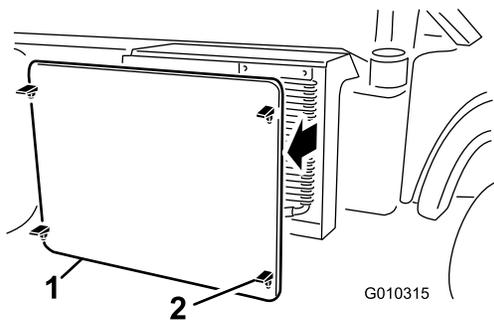

図 52
5. ラジエータースクリーンのラッチを外して、ラジエーター前面から外す (図 52)。